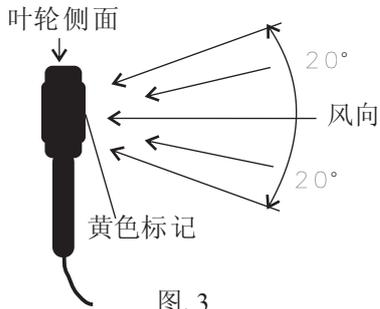

图. 3
- c. 把叶轮放到气流中，让标有黄色标记的一端面对气流，如图3所示。